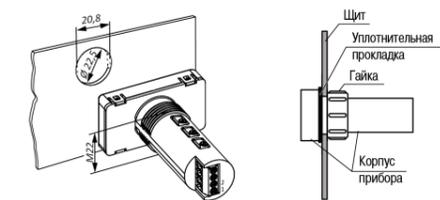

Рисунок 1 – Монтаж прибора щитового крепления
1. Подготовить в щите круглое отверстие диаметром 22,5 мм (см. *рисунок 1*).